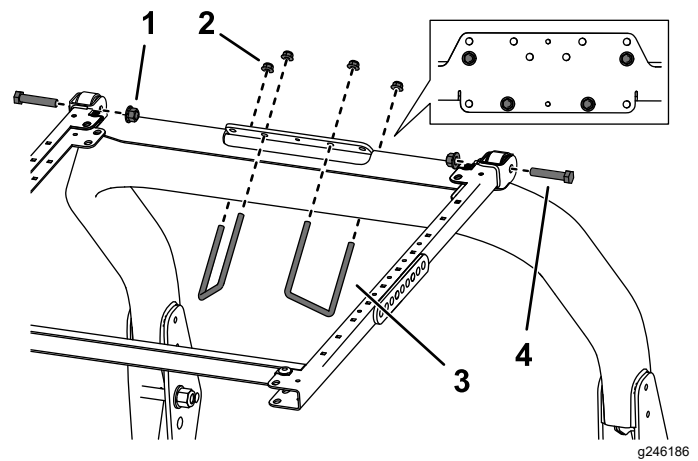

Figure 38
6. Placez le support du ROPS au sommet de l'arceau de sécurité du groupe de déplacement (Figure 38). Centrez bien l'arceau de sécurité dans le support du ROPS.
7. Utilisez les trous indiqués à la Figure 38 pour fixer le support du ROPS au sommet de l'arceau de sécurité à l'aide de 2 étriers filetés (3 1/2" x 5") et de 4 écrous à embase.